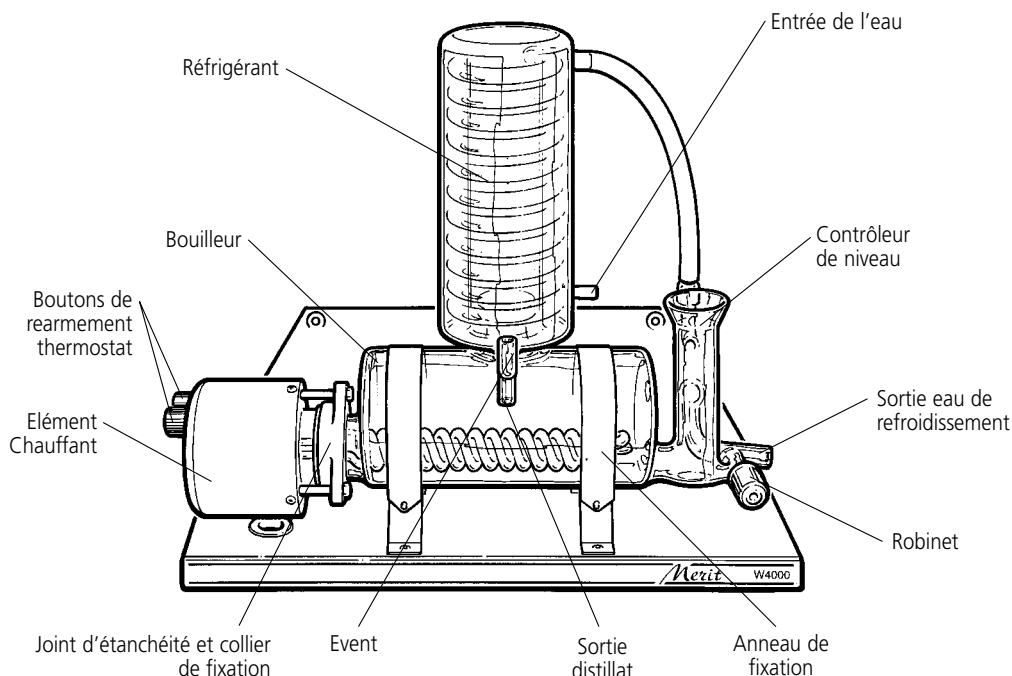

Figure 1 : Vue d'ensemble
6. Dans le jeu de tuyaux, prendre le tube 225mm de long et 8mm de diamètre équipé de connecteurs à vis à ses 2 extrémités. Visser une extrémité du tuyau sur le raccord à vis supérieur du réfrigérant et l'autre extrémité sur le raccord à vis du contrôleur de niveau. (voir **figure 1**).